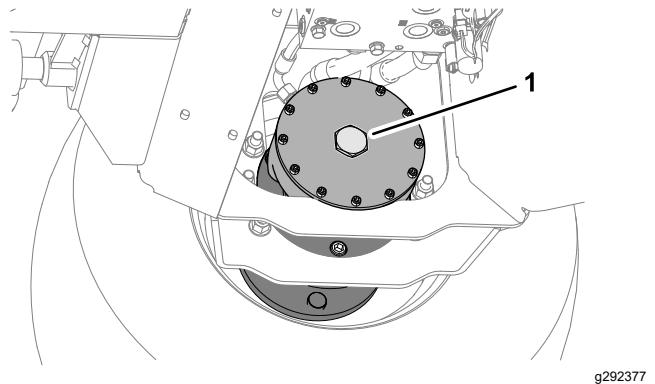

Bild 46
2. Montieren Sie die Sechskantschraube an die Motorenendplatte (**Bild 46**).
6. Verstauen Sie die 2 Bolzen, 12 x 40 mm und 2 Beilagscheiben 12 mm in den Stützschielen der Plattform (**Bild 46**).